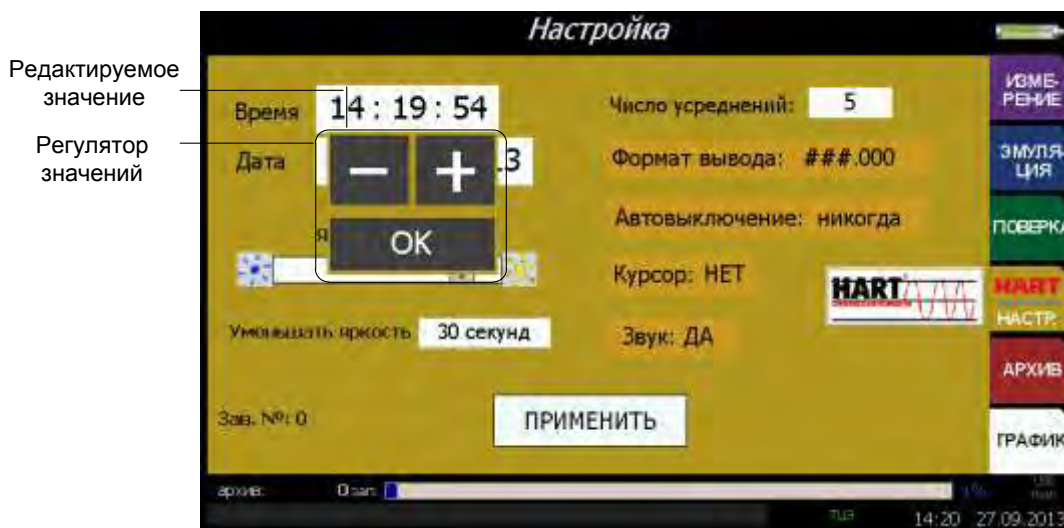

Рисунок 2.49
2.6.4.2 Параметр «**Время**» предназначен для установки нового текущего значения времени, представленного в формате **чч:мм:сс** (см. рисунок 2.49).